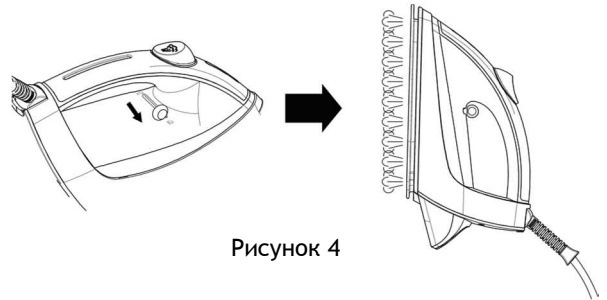

Рисунок 4
1. Звичайний режим пари: розподіл пари по всій підшві для рівномірного прасування тканини (рисунок 4).